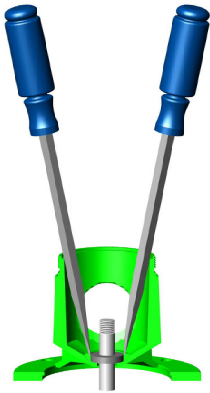

Figura 17 - Retirar el sello mecánico
- b. Usando dos (2) destornilladores, levante el sello de cerámica y la junta de goma del rebajo del anillo de montaje (vea la Figura 17).